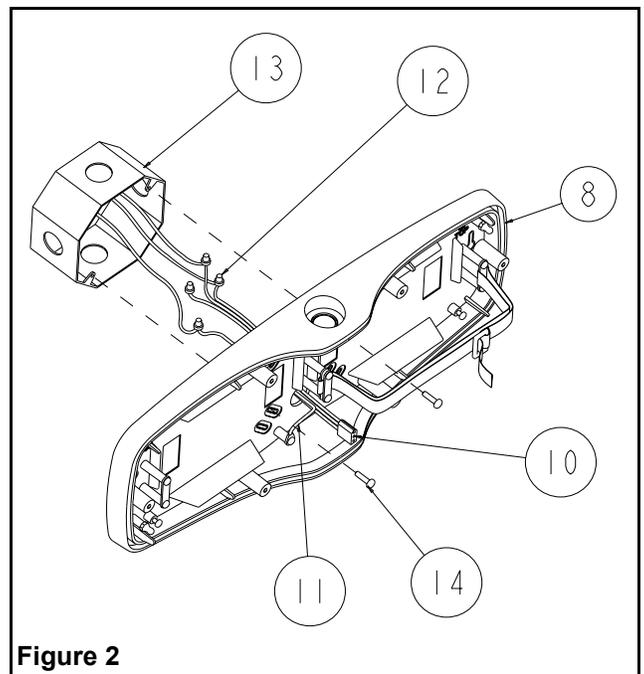

Figure 2
Montage mural, sur boîte de jonction (figure 2).
- b. Enlever le cordon d'alimentation (10) du module électronique. Connecter le cordon à l'alimentation C.A. à l'aide de marettes (voir figure 2). Se référer aux instructions de branchement de la page 2.
- c. Installer le joint d'étanchéité (10) sur la plaque arrière. Passer le cordon d'alimentation et le fil de mise à la terre dans les trous de la plaque arrière (voir figure 2). Installer sur la boîte de jonction à